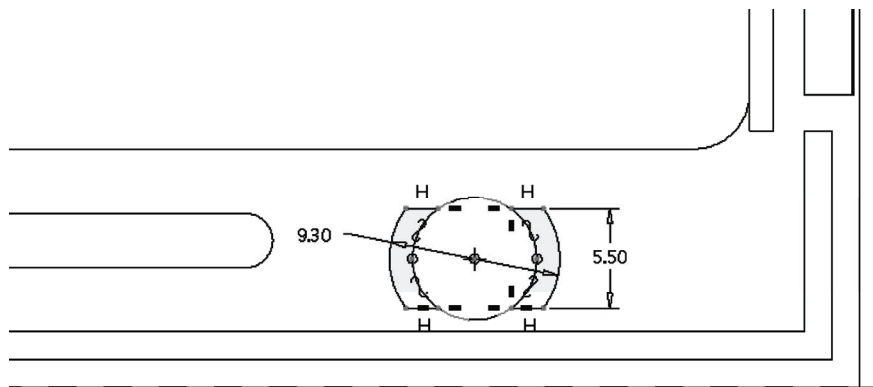

图 12-51 绘制截面
- 4) 绘制图 12-51 所示的截面，单击  (确定) 按钮。